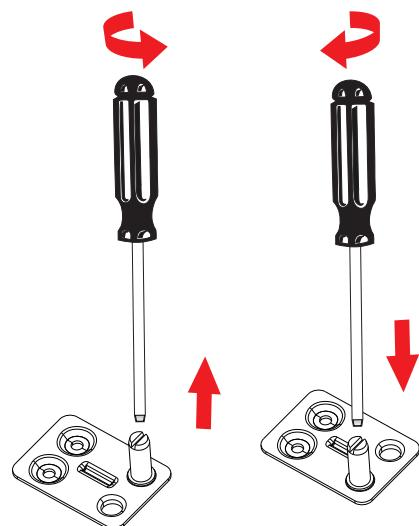

Fig. 12
- ▶ Fjern tappen for det øverste hængsel (fig. 12) med en kærvs-kruetrækker, og drej tappen i igen i borehullet på den anden side.